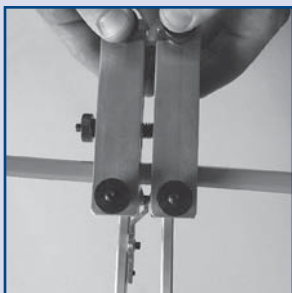

Figura 3
6. En la abrazadera contraria, afloje las tuercas y coloque la correa en la misma posición de fijación. **Advertencia: asegúrese de que la correa no esté torcida.** Deslícela por la abrazadera hasta que los toques de ambos extremos se unan. Asegúrese de que los extremos estén correctamente alineados en todos sus lados; véase la Figura 3. Apriete las tuercas de la abrazadera. Nota: procure mantener ambas placas de sujeción en paralelo a los bloques ranurados de la base.